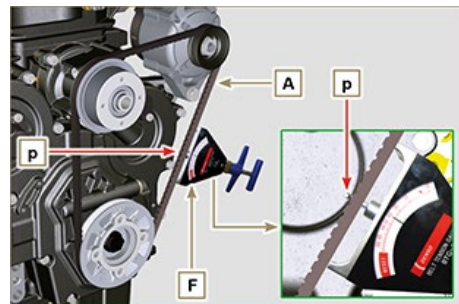

Fig 5.10
5. Compruebe que en el punto **p** el valor de tensión se encuentre entre **70 y 75 Hz** para correa de 9 mm de espesor y entre **80 y 85 Hz** para correa de 17 mm de espesor (**Fig. 5.10**) (**H**) con la herramienta adecuada.